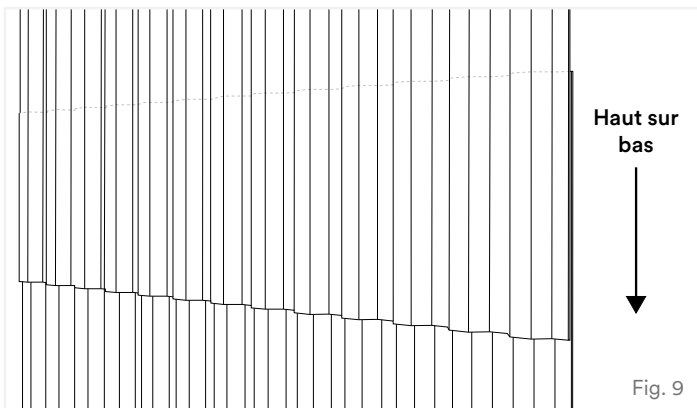

Fig. 9
8. Pour commencer le panneau suivant, assurez-vous que le chevauchement est correct (1 ondulation sur le côté, 4 po en haut ou en bas), tel qu'indiqué dans la section Chevauchement des panneaux ci-dessus (Fig 9).